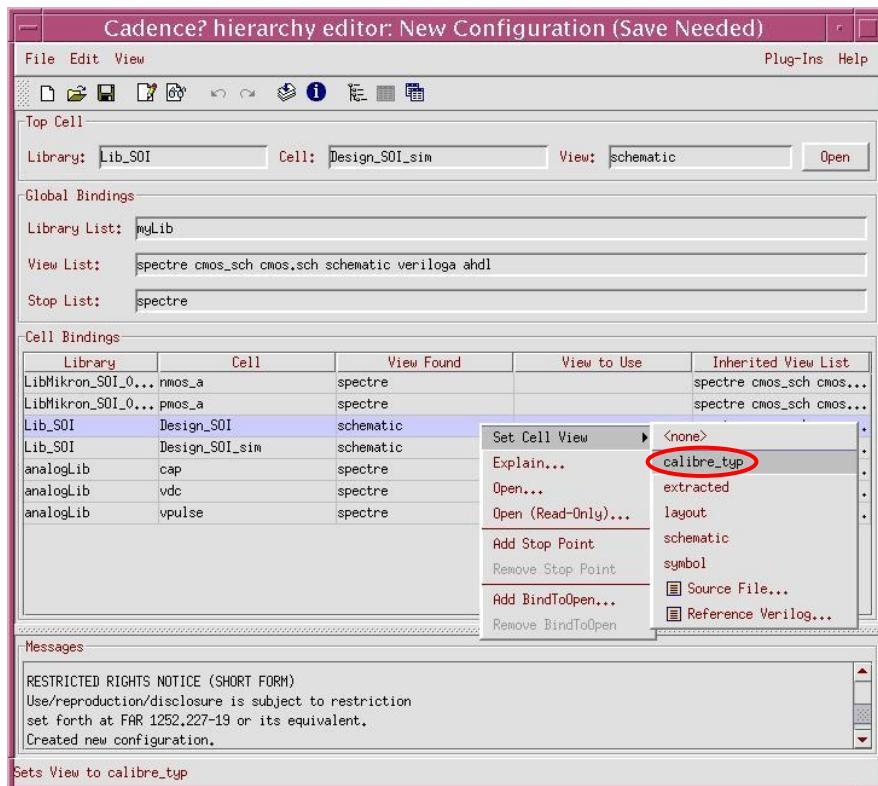

Рис. 11.4. Подключение экстрагированного представления ячейки.
- 5) В появившемся окне “Cadence Hierarchy Editor” необходимо заменить представление “schematic” для ячейки проекта (“Design\_SOI”) на экстрагированное представление “calibre\_typ” в случае RCX-экстракции с использованием “CalibreView”, либо на представление “spectre”, если применялся второй маршрут экстракции, после чего нажать кнопку “Update”, сохранив созданную конфигурацию (рис. 11.4).